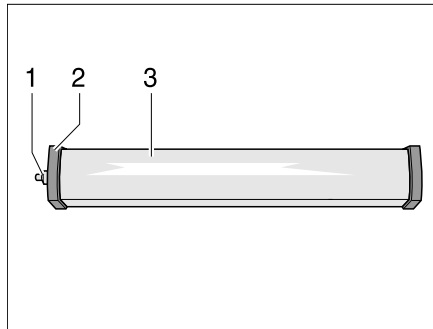

Bild 253 Raumleuchte
- Kappe (Bild 253,1) abschrauben.
- Deckel (Bild 253,2) abnehmen.
- Leuchtenabdeckung (Bild 253,3) leicht zusammendrücken und abnehmen.